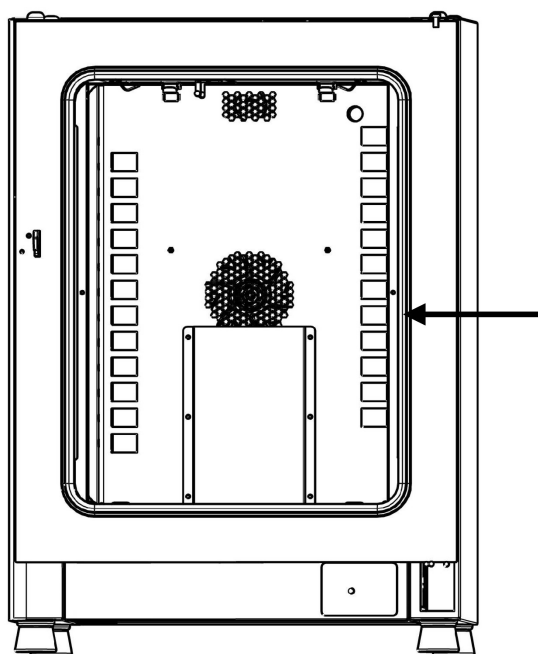

图 10-1 更换门密封件（例子为 OMH 结构系列的加热和干燥箱）
2. 将新的密封件在机门的铰链侧放置于在图 10-1 中用箭头标记的部位。